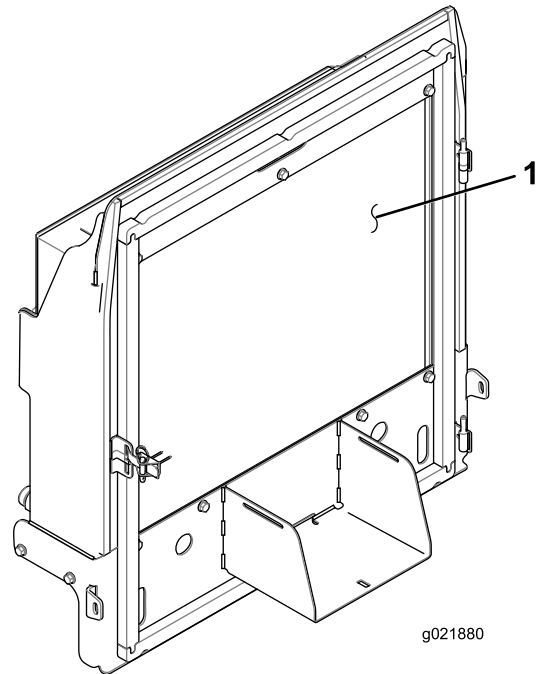

Figura 83
4. Pulite accuratamente entrambi i lati del radiatore/refrigeratore dell'olio con aria compressa (Figura 83).